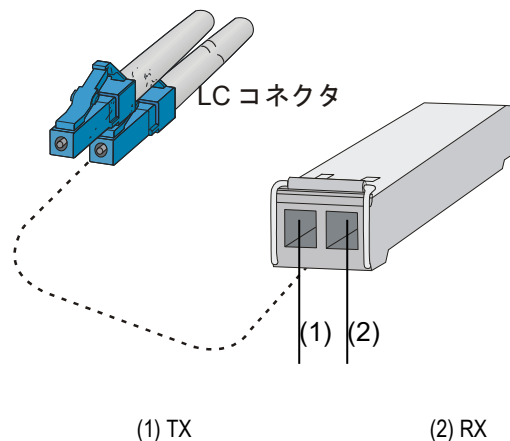

図 3-21 SFP トランシーバモジュール
- 3) 図 3-21に示すように、ラッチが固定されたことを示すクリック音があるまで、コネクタに光ファイバケーブルを挿入してください。